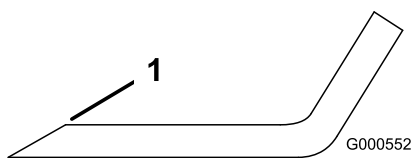
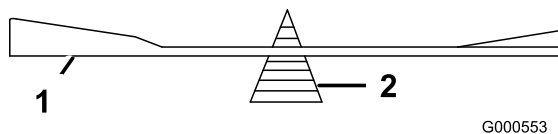

Figure 47
Figure 48
1. Au moyen d'une lime, aiguisiez les tranchants aux deux extrémités de la lame (Figure 47) Veillez à conserver l'angle de coupe d'origine. Limez la même quantité de métal sur chacun des deux tranchants pour ne pas déséquilibrer la lame.
2. Vérifiez l'équilibre de la lame en la plaçant sur un équilibreur (Figure 48). Si la lame reste horizontale, elle est équilibrée et peut être utilisée. Si la lame est déséquilibrée, limez un peu l'extrémité de la partie relevée seulement (Figure 47). Répétez la procédure jusqu'à ce que la lame soit équilibrée.